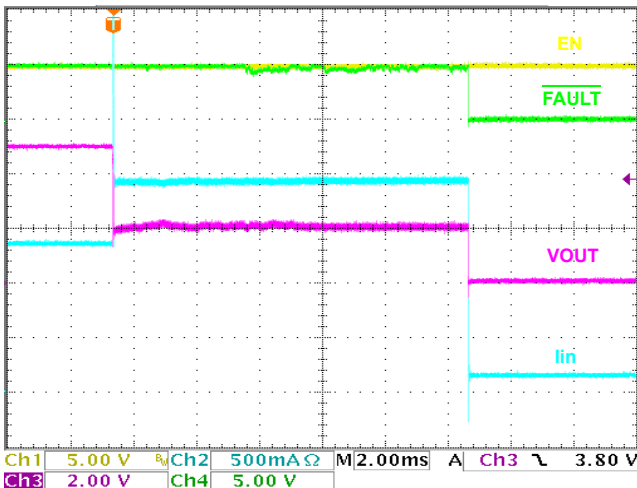

図 11. 1.5A パリエーションにおける  $I_{LIM}$  の波形
ISL6186 ファミリは、+2.5V ~ +5V の電圧範囲に対応したシングルチャネルの過電流 (OC) フォルト保護 IC です。ISL6186 ファミリの各タイプは、電源制御用の 45mΩ P チャネル MOSFET パワースイッチを内蔵しています。2.5V ~ 5V のロジックに対応したイネーブル入力とフォルト出力により、外部制御 / 通知が可能です。また、内蔵のパワースイッチは、電流モニタリング、高精度の電流リミット、逆バイアス保護、ターンオフまでの電流リミット適用ディレイ期間によってシステムの信頼性を確保しています。電流不足時や過電流時など代表的な動作時の波形については、図 11 ~ 27 を参照してください。
連続負荷電流定格が 1.5A の ISL6186 ファミリアにおける電流リミットモードを図 11 に示しました。この図で示されている電流リミットの範囲は、ターンオフになりフォルト信号がアサートされるまでの約 12ms です。